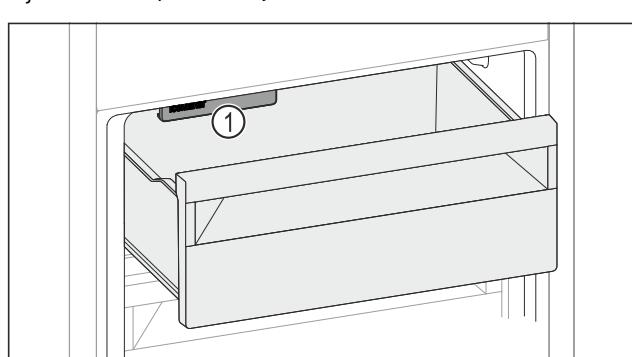

Fig. 158
- Upoštevajte IceMaker Fig. 158 (1).